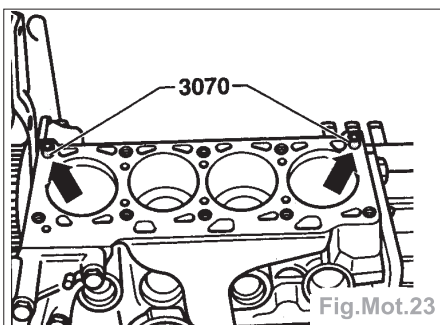

Fig.Mot.23
- les pivots de centrage dans les trous 8 et 10 (Fig.Mot.23),